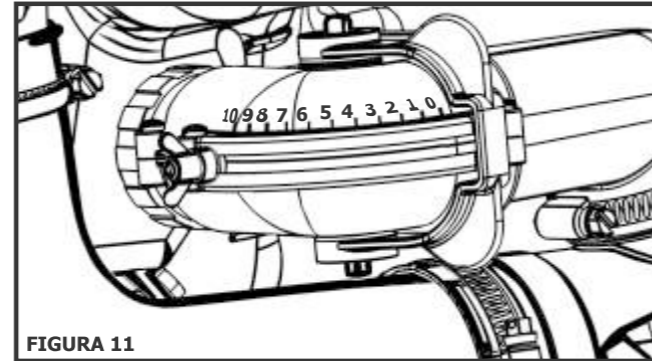

FIGURA 11
**c) Tuerca de reglaje del dosificador:** después de escogida la descarga deseada, fije manualmente esta tuerca, de tal forma que la regulación no se altere durante la aplicación (Figura 11).